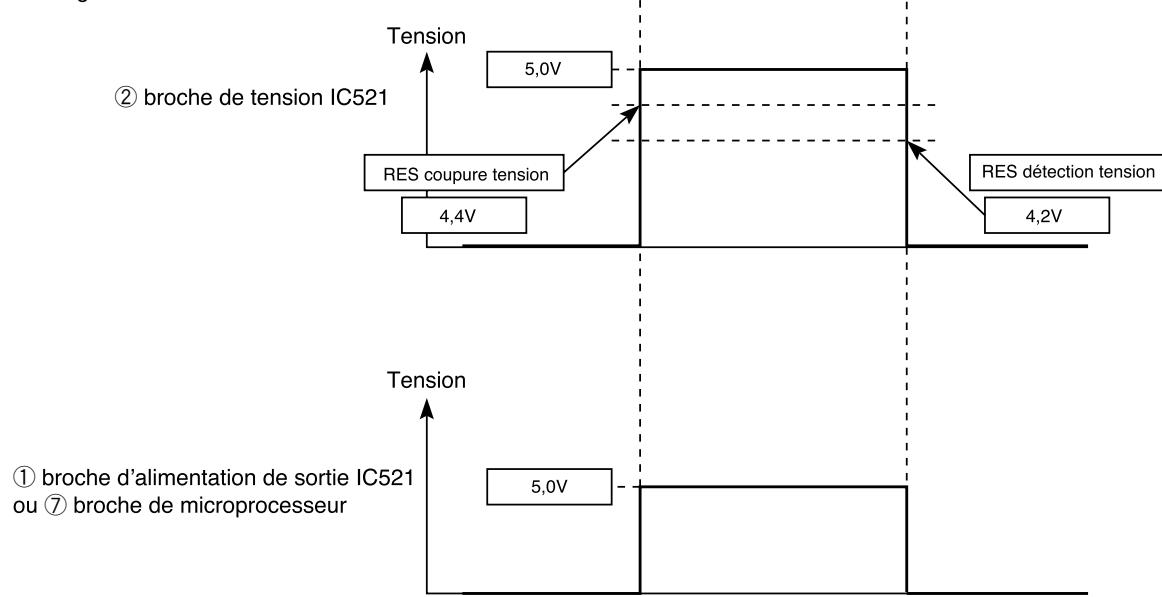

Fig. 2-2
- Le microprocesseur fonctionne quand ⑦ broche du microprocesseur de l'unité intérieure (entrée de reset) sont sur "Lo" pour remettre à zéro et sur "Hi" pour contact.
- La forme d'onde de chaque partie quand on passe l'alimentation sur ON et quand on la coupe est montrée dans la Figure 2-2.
- Après avoir mis l'alimentation sur ON, ① broche de tension IC521 et ⑦ broche du microprocesseur passent sur Hi quand la tension de la ligne 5 V CC monte et atteint environ 4,4 V ou plus. Puis, la remise à zéro sera annulée et le microprocesseur recommencera à fonctionner.
- Après avoir coupé l'alimentation, ① broche de tension IC521 et ⑦ broche du microprocesseur passent sur Lo quand la tension de la ligne 5 V CC descend et atteint environ 4,2 V ou moins. Alors, le microprocesseur sera en état de remise à zéro.